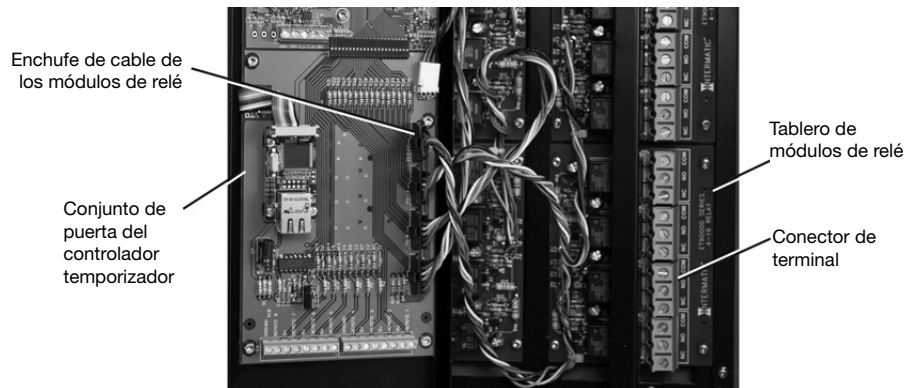

Figura 4. Retire el tablero de módulos de relé.
9. Desconecte el enchufe de cable de los módulos de relé del conector de los módulos de relé correspondiente en el conjunto de puerta. Consulte la Figura 4 para conocer la ubicación de los enchufes de cable de los módulos de relé.